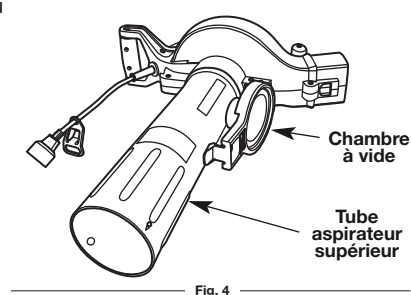

Fig. 4
3. Glissez le tube aspirateur supérieur dans le logement du moteur (Fig. 4).